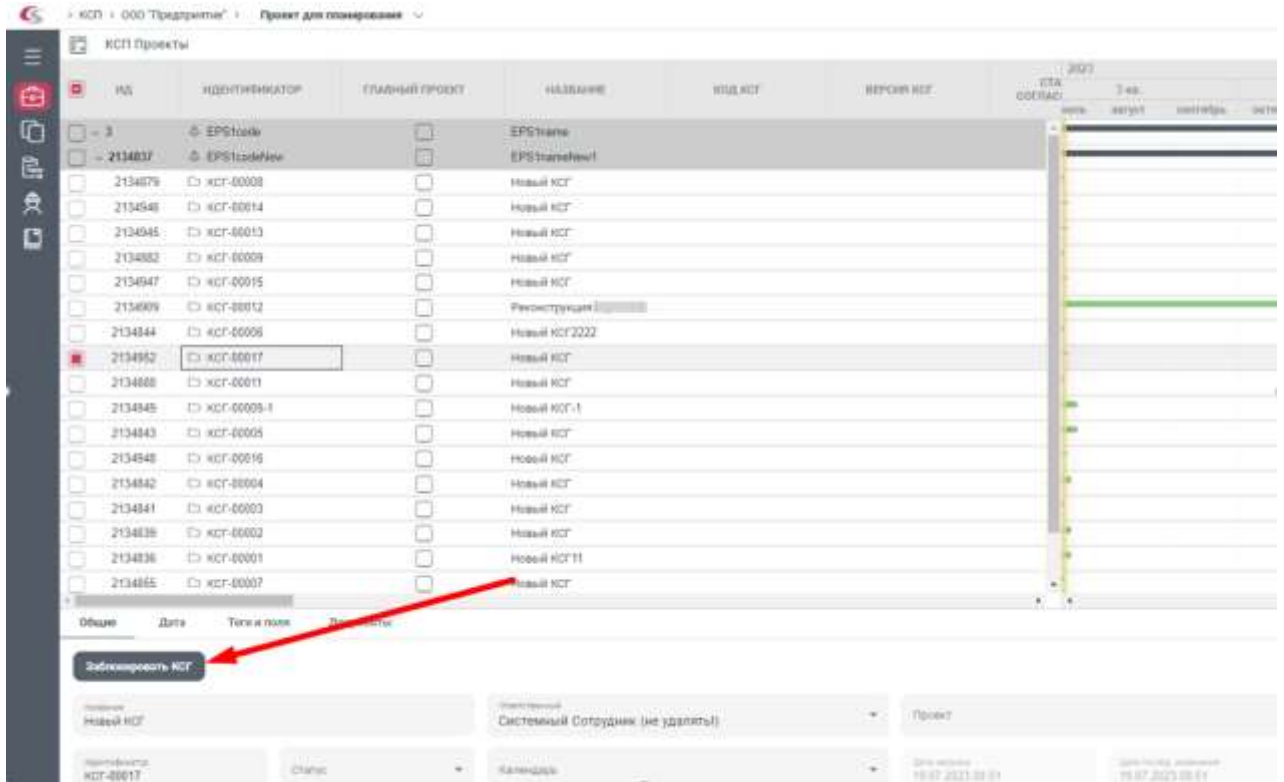

Рисунок 67– Раздел «Проекты, блокировка КСГ от изменений
1. В разделе Проекты выделить проект и во вкладке «Общее» нажать кнопку «Заблокировать КСГ» (Рисунок 67)